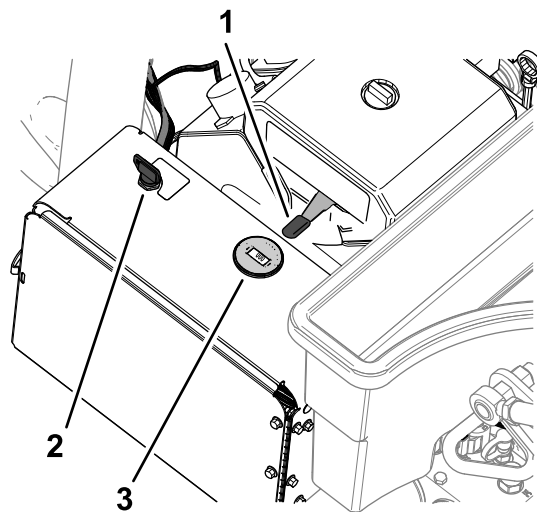

Figura 70
2. Utilize o ar (Figura 70) da seguinte forma: